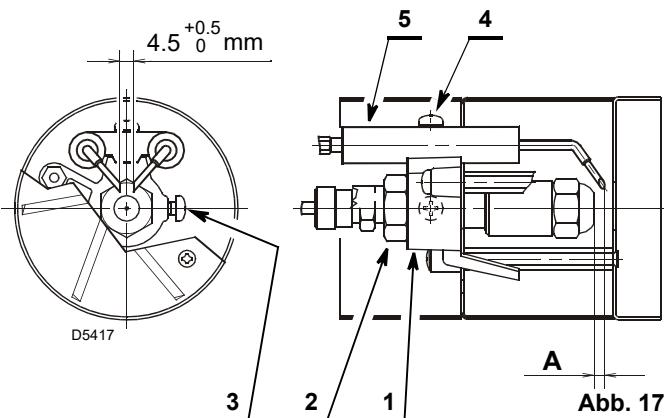

Abb. 17
- Den Stauscheibenhalter 1) (Abb. 17) auf den Düsenstock 2) legen und mit der Schraube 3) fixieren.